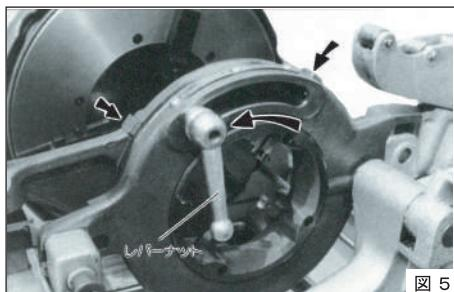

図5
- ①バイトをダイヘッドから取り外した状態にします。
- ②ダイヘッドの溝番号と同じバイトをチエーザノッチに、はまりこむまで差し込んでください。
- ③レバーナットを矢印の方向に寄せるとバイトがダイヘッドの中心に向かって入ります。(図5)